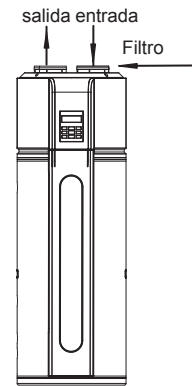

Fig. 3-8
- 5) Instalación del filtro en la entrada de la unidad. En caso de unidad con conducto, el filtro debe ponerse en la posición de la entrada del conducto. (Fig. 3-8/3-9)